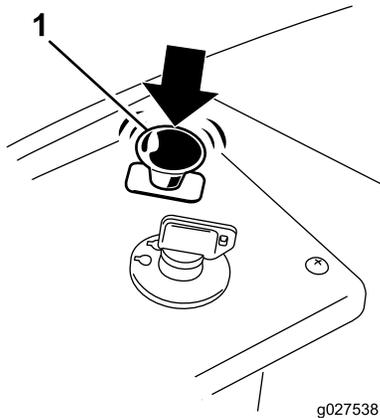

Figura 18
1. Disinserite le lame spostando il comando delle lame in posizione OFF (Figura 18).